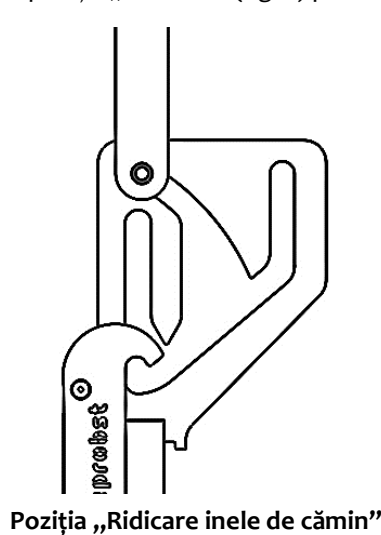

Fig. 2
- Aduceți dispozitivul de preluare a cârligului în poziția „Ridicare” (fig. 2) prin tragerea oblică a tijei de tracțiune sarcini.